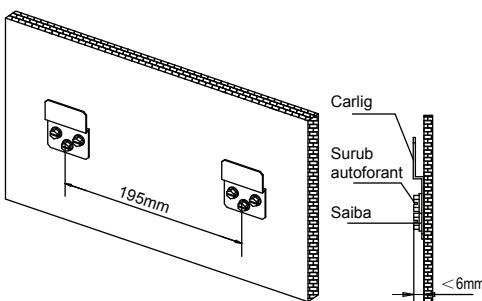

Fig. 50-4
- Fixati carligul in perete cu ajutorul suruburilor autoforante. (Fig. 50-4)